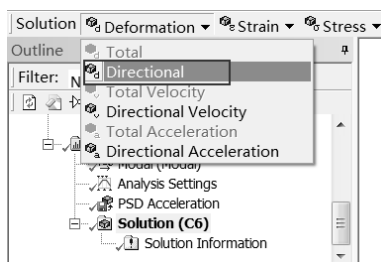

图 10-40 添加变形选项
Step2：选择 Solution 工具栏中的 Deformation（变形） Directional 命令，如图 10-40 所示，此时在分析树中会出现 Directional Deformation 选项。